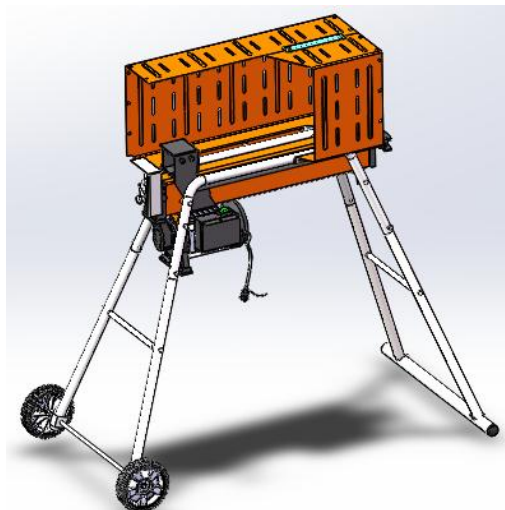

fig.7
2. Pousser les trois vis M8x16 dans les trois rondelles M8 et le trou de montage, puis serrer les vis correspondant aux pieds. Pousser les quatre boulons M8x16 dans le trou de montage de la plaque de connexion et la plaque de support, puis serrer avec les quatre écrous M8. (Fig.7)